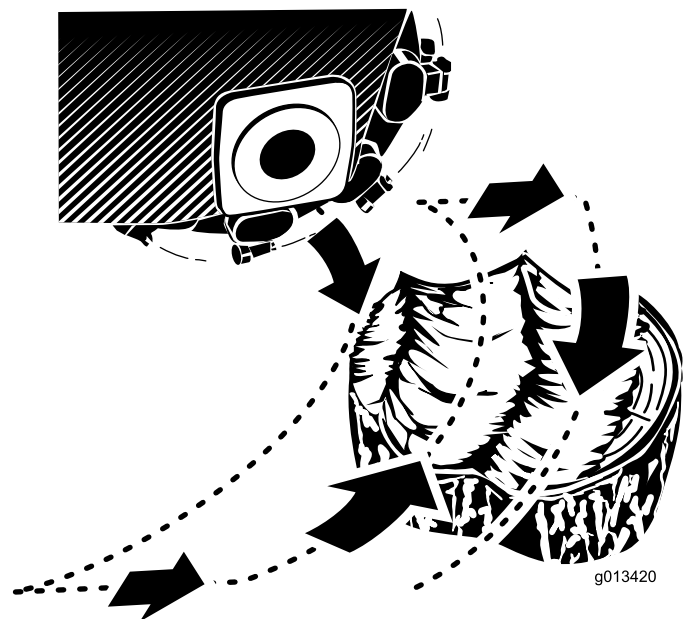

Figura 17
2. Utilize a alavanca do controlo do triturador e o controlo da tração para posicionar o triturador na lateral da parte da frente do tronco, cerca de 2 cm abaixo da superfície (Figura 17).
4. Utilize a alavanca de controlo do triturador para girar o triturador lentamente na face do tronco, cortando lascas (Figura 17).
5. Desloque a máquina para a frente alguns centímetros e repita o passo 4 (Figura 17).
6. Repita os passos 4 a 5 até ter triturado toda a face do tronco (Figura 17).